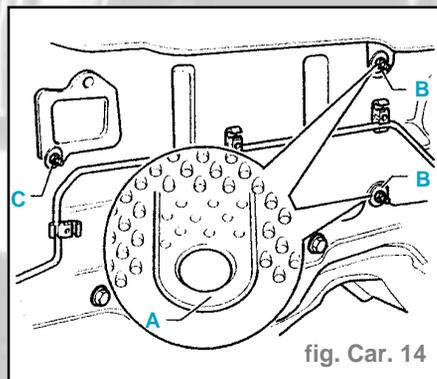

fig. Car. 14
- Flexible de liquide de refroidissement (A) pour le circuit d'aller, en provenance de la culasse.
- Flexible de liquide de refroidissement (B) pour le circuit de retour vers la pompe à eau.
- Relever les endroits découpés d'avance (A) du revêtement calorifuge et déposer les écrous six pans qui se trouvent derrière avec la rondelle (B) (couple de serrage 1,5 daN.m) (fig. Car. 14).
- Déposer les écrous six pans avec rondelle (C).